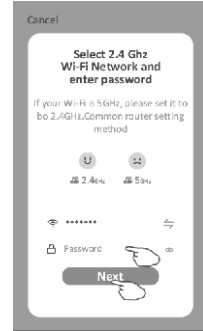

Рис. 16.
- Введите пароль Wi-Fi сети к которой подключен смартфон (рис. 16).